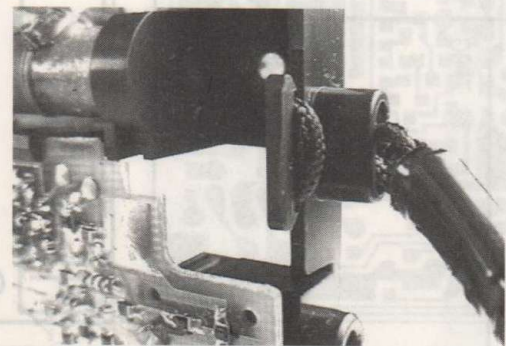

Fig.6
- Halteschlaufe aushängen (Fig. 6, 7).
- Unhook the holding belt (Fig. 6, 7).